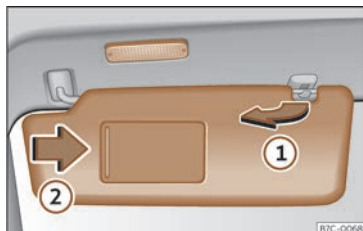

Fig. 85 Para-sol.
- El para-sol es pot extreure de la fixació i girar-se cap a la porta >>> fig. 85 ①.